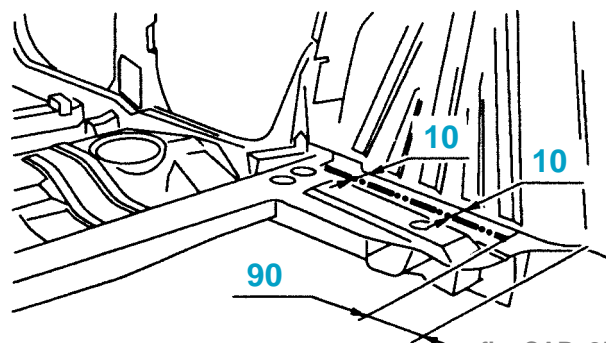

fig. CAR. 251
- Tracer, puis découper à l'aide d'une meule épaisseur **1 mm** (fig. CAR 251).